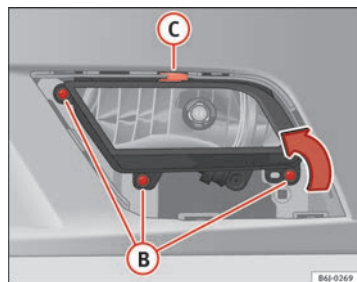

Fig. 154 Faro antiniebla
- Retire los tornillos (3x) ⇒ fig. 154 (B) para extraer el faro antiniebla.
- Retire la grapa metálica situada en la parte superior del faro antiniebla tirando hacia el exterior del vehículo ⇒ fig. 154 (C). ■